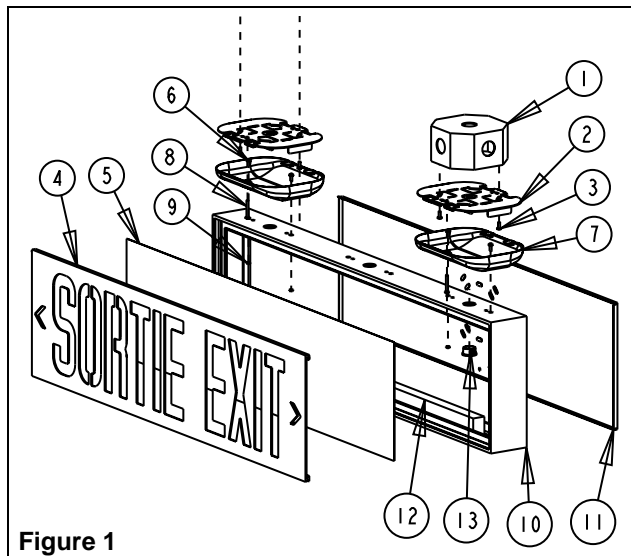

Figure 1
- e. Assembler le pavillons à l'enseigne à l'aide des vis #8-32 courte et des écrous à rondelle fournies (voir fig 1).